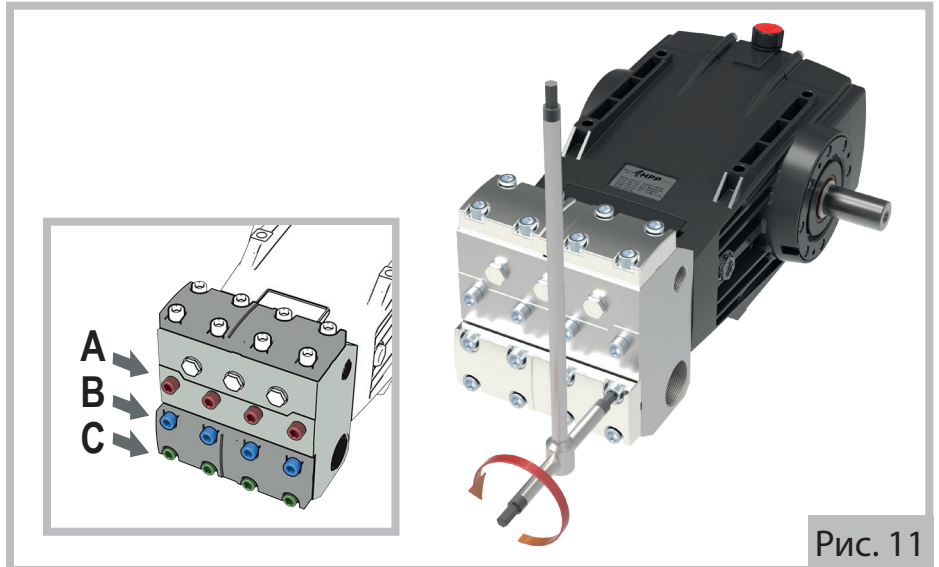

Рис. 11
- а) При помощи фигурного ключа 12 мм, ослабьте на один оборот четыре винта **С** и полностью отвинтите восемь винтов **А** и **В** (см. детали на Рис. 11). Аккуратно снимите торцевую часть (3)